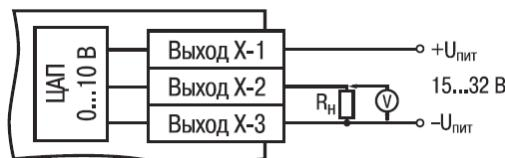

Рисунок 21
8.3.2.2. ЦАП 0...10 В (маркировка **У**). Схему подключения см. рис. 21.